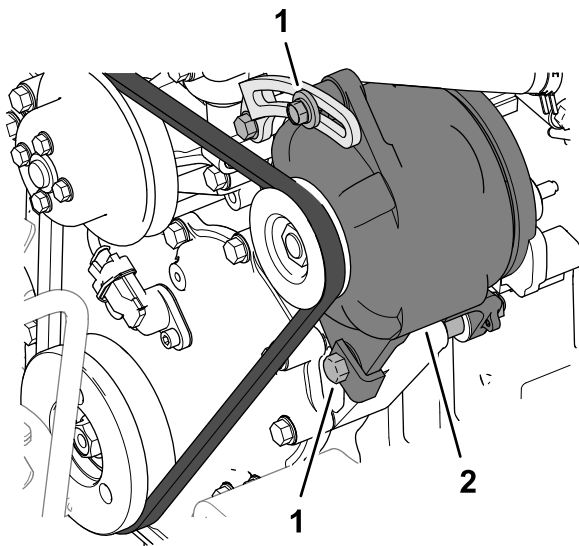

Figura 161
Verificai starea și tensiunea curelei (Figura 161) după fiecare 100 de ore de funcționare.
5. Dacă deformarea este mai mare sau mai mică de 10 mm, slăbiți uruburile de montare a alternatorului (Figura 161).